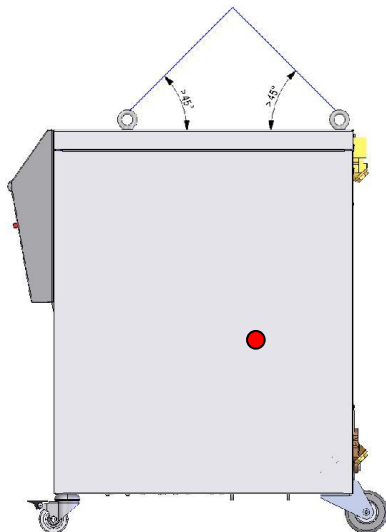

Bild 7: Fästpunkter
1. Fäst rep och band korrekt. Bild 7
2. Kontrollera att enheten hänger rakt, ge akt på förskjuten tyngdpunkt (→ ● Bild 7).